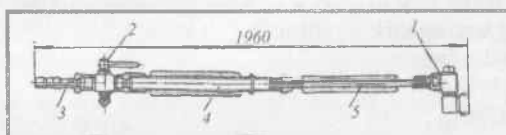

Рис. 77. Малярна вудка з форсункою:
Для розпилення фарби застосовується *малярна вудка* (рис. 77). Вона складається з двох трубок (4) і (5) діаметрами 16 і 8 мм, з'єднаних між собою різью. Елементами малярної вудки також є форсунка (1), кран (2) і штуцер (3).